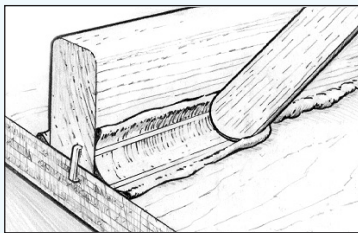

Figura 13 Modele y alise el filete.
2. Modele y alise el epoxi espesado expulsado para formar un filete arrastrando una herramienta redondeada (un bastón mezclador es ideal) a lo largo de la unión, arrastrando el exceso de material por delante de la herramienta y dejando un filete limpio en forma de media caña con un margen limpio en cada lado. Parte del material de fileteado quedará fuera del margen (*Figura 13*) y puede utilizarse para rellenar cualquier hueco. Alise el filete hasta que esté satisfecho con el aspecto. Un bastón mezclador dejará un filete con radio de aproximadamente 10mm. Para filetes más grandes, se recomienda una Espátula de Plástico 808, cortada o doblada para dar el radio deseado.